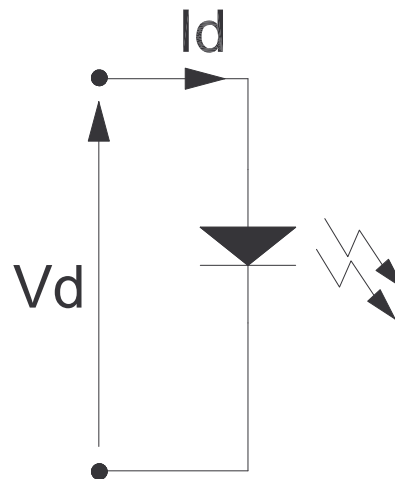

Figura 1: diodo LED
Prima di accendere il power supply (Esercitazione n°1 - Figura 1) rimuovere, se presente, il ponticello che realizza il collegamento fra il morsetto negativo dell'uscita (47) ed il morsetto di GND (51).